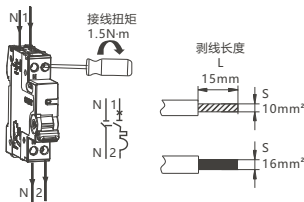

图5 NB5NE-40S接线方式
5.4 适用于铜导线连接，导线选择见表2，接线方式及剥线长度示意如下图5